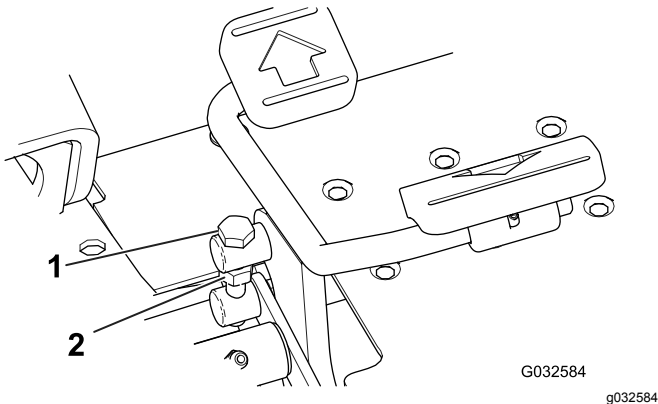

Figura 48
1. Solte a porca de bloqueio no parafuso do eixo no lado do pedal de tração (Figura 48).